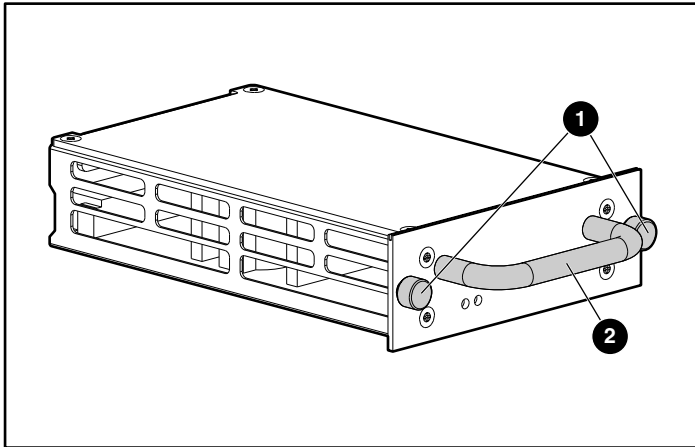
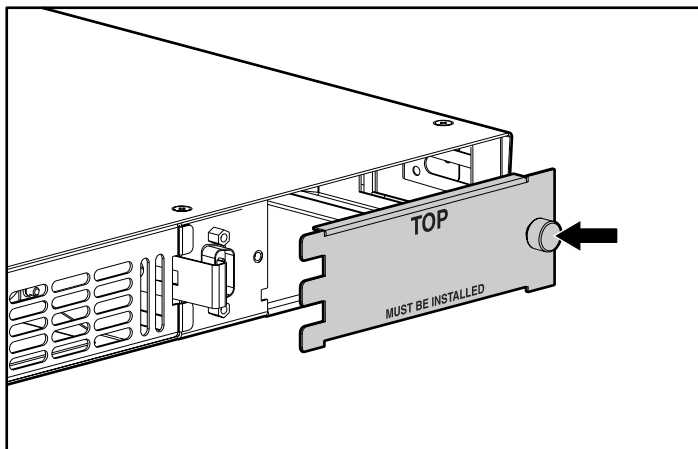

Figure 7-2 : Vis à molette et poignée du module d'alimentation
Figure 7-3 : Vis à molette du cache du compartiment d'alimentation
1. Desserrez les vis ❶ à molette du module d'alimentation ou du cache du compartiment d'alimentation en les tournant dans le sens inverse des aiguilles d'une montre, comme indiqué à la figure 7-2 et à la figure 7-3.
2. Pour retirer un module d'alimentation, saisissez la poignée ❷ illustrée à la figure 7-2 et sortez entièrement le module du compartiment d'alimentation.
2. Retirez le nouveau module d'alimentation de son emballage et ôtez tous les matériaux d'emballage qui l'enveloppent. Voir la figure 7-2 pour obtenir l'illustration d'un module d'alimentation.
3. Pour installer un module d'alimentation, saisissez la poignée  illustrée à la figure 7-2, alignez la plaque inférieure du module sous les guides du compartiment d'alimentation et faites glisser le module dans le compartiment jusqu'à ce que sa plaque extérieure vienne s'aligner avec la face avant du routeur.
Pour installer un cache de compartiment d'alimentation, faites glisser doucement le cache afin qu'il s'enclenche sur la gauche du compartiment d'alimentation. Vérifiez l'orientation du message d'avertissement comme indiqué à la figure 7-3.